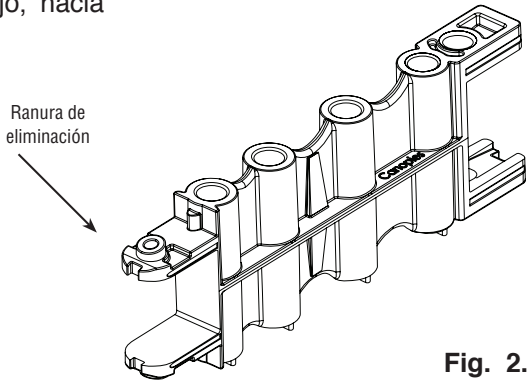

Fig. 2.5
- Coloque el borde plano en la ranura de extracción (Fig. 2.5) en la punta superior o inferior del brazo extensor que se va a retirar.